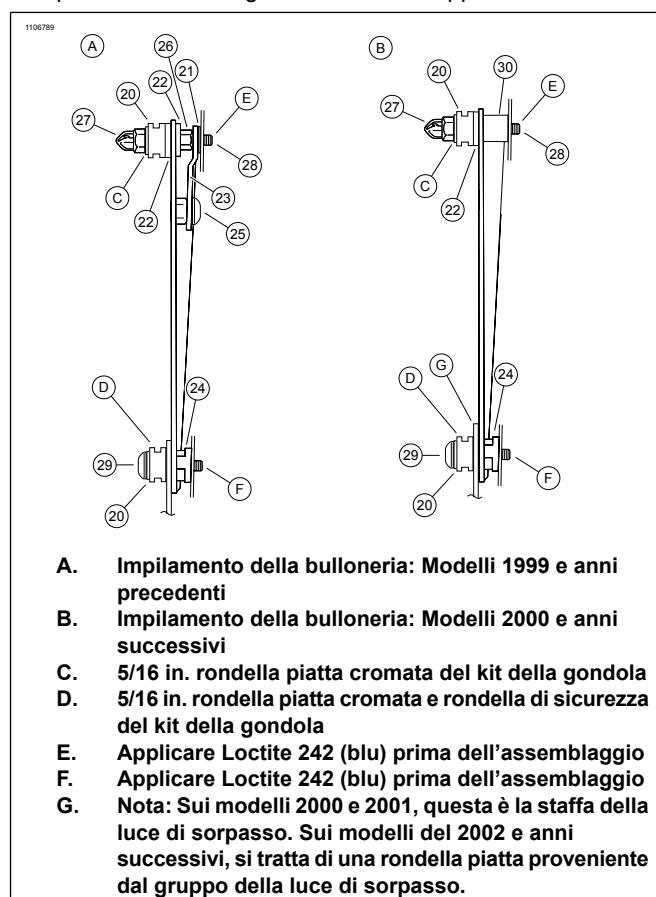

Figura 1. Impilamento della bulloneria
1. Vedere Figura 1. Con il gruppo della luce di sorpasso al di fuori del veicolo, posizionare la bulloneria di montaggio superiore (21, 22, 23, 25, 26 e 28) sulle staffe della luce di sorpasso come mostrato. Serrare solo le viti (25) che si trovano in posizione centrale.
Vedere eccezioni per il passo successivo a Figura 1, (G).
3. Fissare i distanziali della luce di sorpasso (24) sulla staffa della luce di sorpasso. Mettere la parte inferiore della staffa della luce di sorpasso in posizione. Fissare la parte inferiore della staffa con i punti di ancoraggio inferiori (20) sulla piastra della forcella, con le viti (29) e le rondelle cromate prese dal kit della gondola. Avvitare appena le viti inferiori.